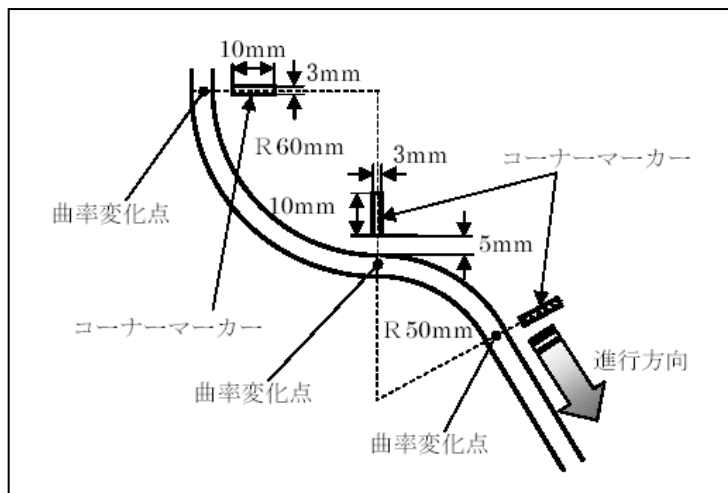

図6 コース円弧部分、コーナーマーカーの形状
4-6 コースの曲率が変化する地点には、進行方向左側の定められた位置（図6参照）にコーナーマーカーが白色で示されている。
- 3. コースは、曲率の変化する円弧が連続する場合もある。（図6参照）